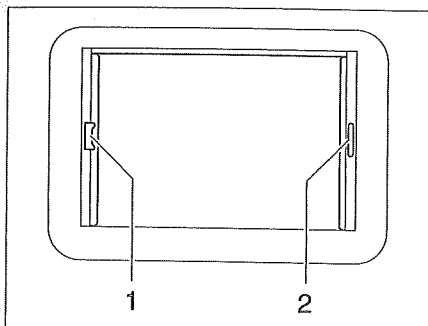

Bild 48 Heki-taklucka, rullgardinslås
- Håll i handtaget (Bild 48,2), drag ut plisségardinen och släpp den i önskad position. Plisségardinen stannar i denna position.
- Drag, med handtaget (Bild 48,1), insektsnätet till plisségardinens handtag (Bild 48,2) på den motsatta sidan, där det hakas i.
- Tryck insektsnätets handtag bakåt, uppåt och haka av insektsnätet från plisségardinen (Bild 48,2).